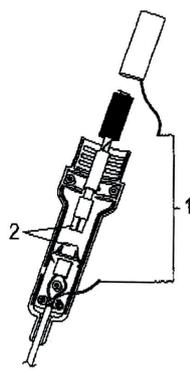

Fig.3
- Setzen Sie ein neues Heizelement ein, stellen Sie die elektrischen Verbindungen wieder her und montieren Sie den Handgriff wieder (Fig. 3).